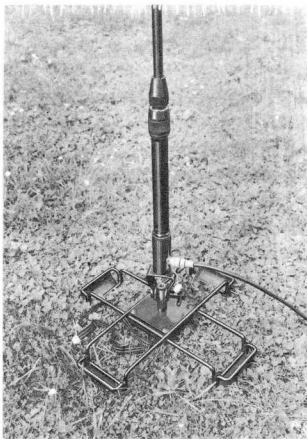

Fig. 19
- b) Je nach Standort der Antenne, ebenes Gelände, Bäume und Gebäude, wird entweder der Kreuzfuss (Fig. 17 u. 18) oder die Schraubzwinge (Fig. 19 u. 20) mit oder ohne Erdpfahl verwendet. Ein am Fernantennenfuss angebrachtes Gelenkstück gestattet eine allseitige Schwenkung und Fixierung der Antenne.